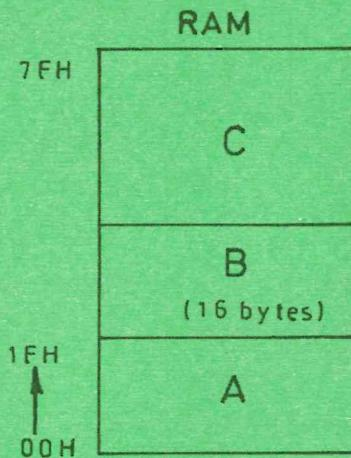

Fig. 5
- (d) Figure 5 shows a memory map of 8051 internal RAM.